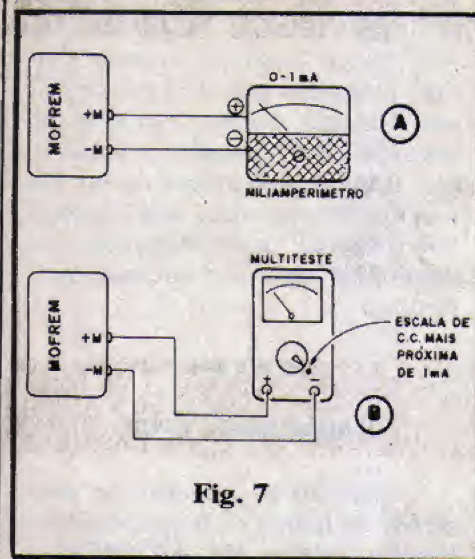
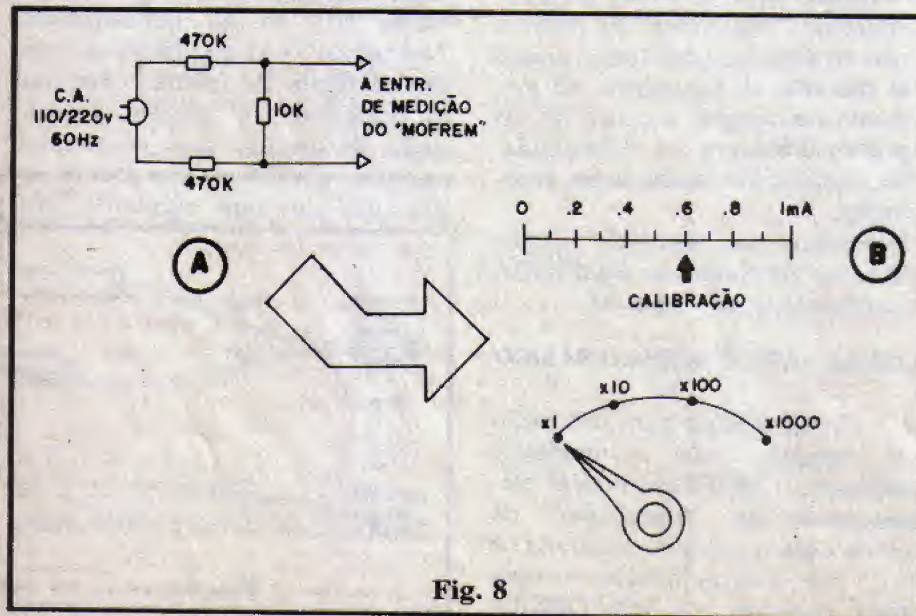

Fig. 7
Fig. 8
A fig. 7 mostra como o MOFREM deve ser interligado ao multiteste (B) ou ao galvanômetro "autônomo" (A) que farão as indicações finais da leitura. Observar as polaridades e também a indicação de que, no caso de acoplamento ao multiteste, este deverá ser chaveado para uma escala de Cor-
A principal fase da construção e "acabamento" do MOFREM é, seguramente, a da **calibração**, importante providência sem a qual não haverá como "confiar" nas leituras indicadas pelo instrumento... Conforme já foi dito, para perfeita calibração, precisamos de um nítida, certa e conhecida frequência/referência... A solução mais prática, barata e confiável, nesse caso, é apelarmos para a rede C.A., cuja frequência de 60 Hz é extremamente estável e muito precisa, podendo perfeitamente ser usada como gabarito para o MOFREM... A fig. 8-A mostra um pequeno e simples arranjo resistivo, através do qual podemos "puxar" diretamente de uma tomada da parede (110 ou 220 VCA - 60Hz) o sinal de referência para a calibração... Qualquer que seja a tensão da rede, o sinal apresentado à Entrada do MOFREM terá uma tensão suficientemente baixa para uma segura operação (entre 1 e 2 volts). Uma vez obtido o sinal, e ligado à entrada do nosso MÓDULO FREQUENCÍMETRO (previamente acoplado conforme ilustra a fig. 7...), basta chavear o MOFREM para a sua **primeira** faixa (x